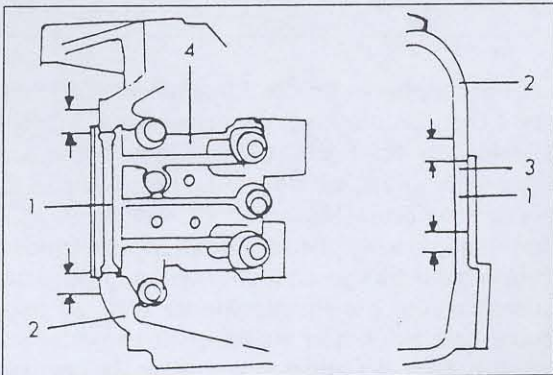

Bild 57
- Nach dem Einstellen der Ventile bei warmem Motor, etwas Dichtungsmasse an den in Bild 57 gezeigten Stellen auftragen und danach die Zylinderkopfhaube mit 5 - 6 Nm anziehen.
- Nach dem Einstellen der Ventile etwas Dichtungsmasse ähnlich wie in Bild 57 an den gezeigten Stellen auftragen und danach die Haube aufsetzen. Die Schrauben mit 5 - 6 Nm anziehen.